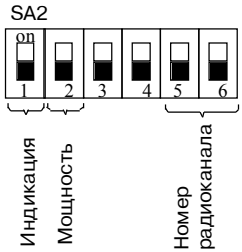

Рис. 52. Установки DIP-переключателей
- после завершения настройки извещателя переключатель «МОЩН» установите в положение OFF (рис.52).